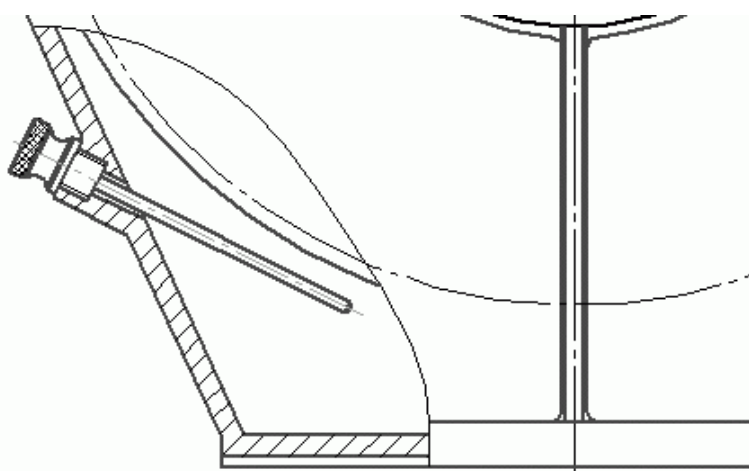

Рис. 2.118. Маслоуказательный жезл
4. Для завершения вычерчивания разреза дорисуйте нишу, удалите ненужные линии в разрезе, создайте штриховку корпуса и обозначьте дугу линии вершин зубьев колеса (диаметр 415 мм), которая видима в разрезе (рис. 2.118).